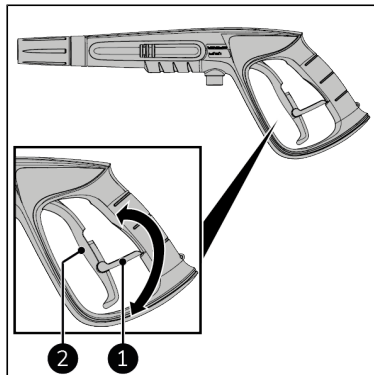

Figure 79.
1. Assurez-vous que le verrouillage de sécurité sous la gâchette est bloqué (Figure 79).
1. Le cas échéant, relâchez la gâchette (Figure 79, pos. 2).
2. Tournez le verrouillage de la gâchette (Figure 79, pos. 1).